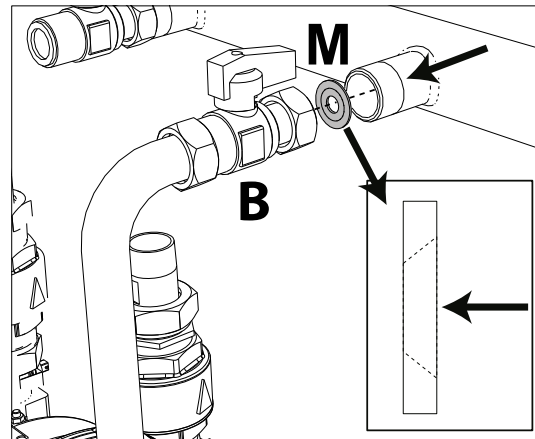

рис. 69- Форсунка для использования со сжиженным газом
8. В случае **переоборудования на сжиженный газ** необходимо вставить форсунку «M» между вентиляем «B» и газовым коллектором (рис. 69).
**ВНИМАНИЕ:** форсунку «M» (см. рис. 69) **нельзя** вставлять, если агрегат работает на **природном газе**.